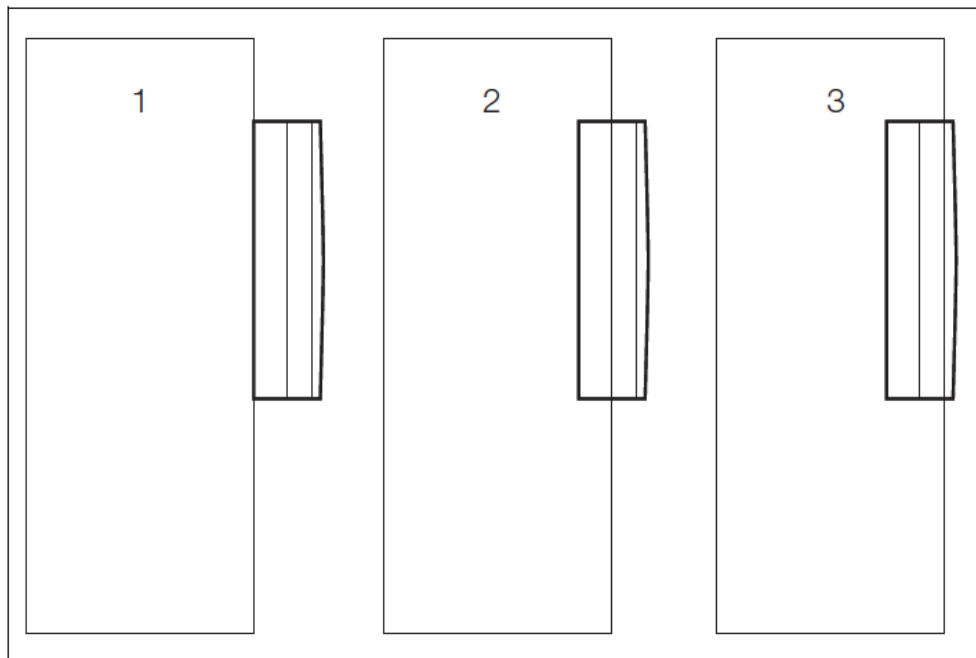

Рис. 3 Варианты монтажа кондиционера.
4.9. Монтаж ХА на шкаф (рис.3) может производиться в трех положениях - наружный (1), полу утопленный (2) или утопленный (3):